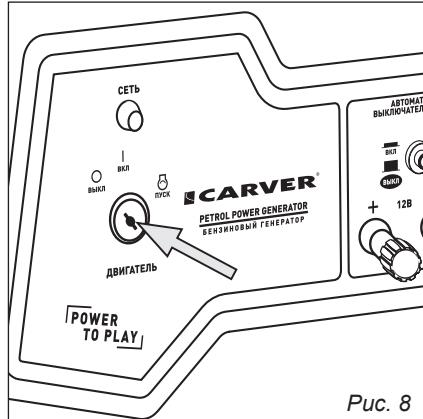

Рис. 8
- Установите переключатель двигателя в положение «**ВКЛ**». Для моделей с электрозапуском переведите ключ в положение «**ВКЛ**» (рис. 8).